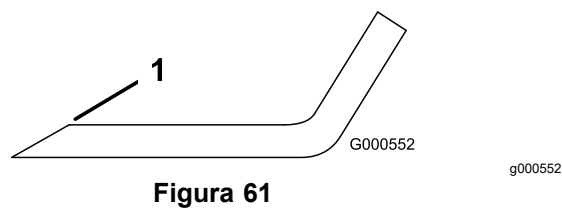

Figura 61
1. Utilize uma lima para afiar aresta de corte em ambas as extremidades da lâmina (Figura 61).
Nota: Se lâmina não estiver equilibrada, lime algum metal da extremidade da aba apenas (Figura 61).